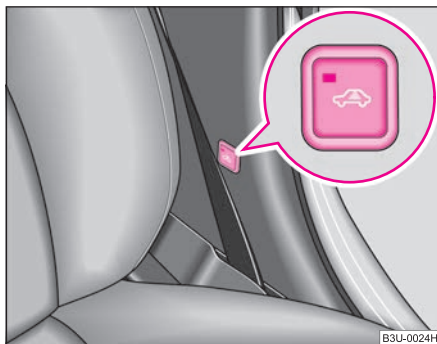

Fig. 29 Tecla de la vigilancia del habitáculo
- Pulse la tecla  en el montante central, lado del conductor ⇒ fig. 29.